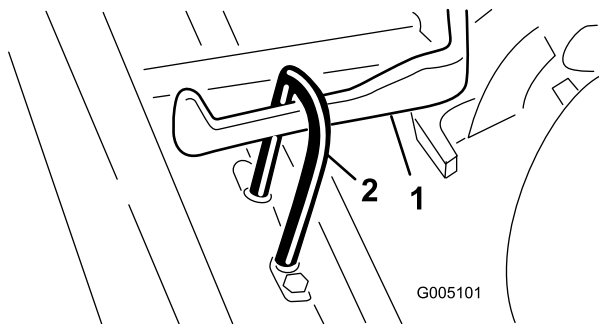

Bild 10
3. Schieben Sie das Mähwerk unter den Zugrahmen, während Sie den Hubhaken am Hubarm einhaken (Bild 10).